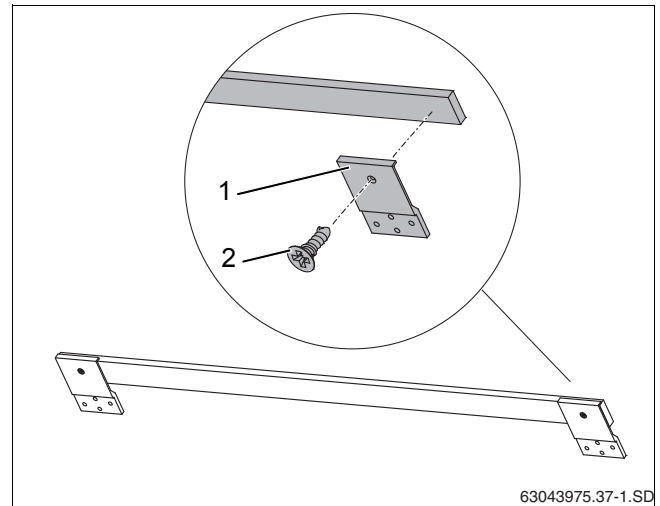

Рис. 10 Установка креплений от сползания
Для горизонтального монтажа нужно закрепить 3 крепления от сползания (рис. 10, [1]) на деревянной планке (2 снаружи, 1 в середине).
- ▶ На концах деревянных планок закрепите два крепления от сползания (рис. 10, [1]) болтами 4x10 (рис. 10, [2]).